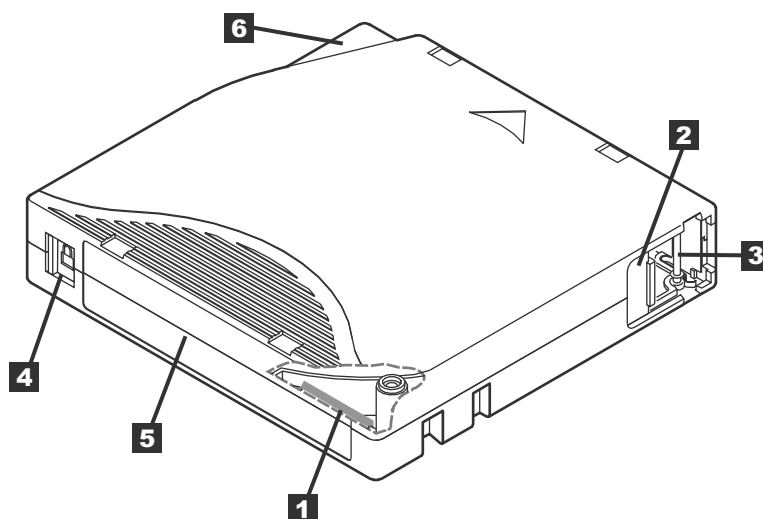

Figura 18. Cartucho de datos LTO Ultrium
Figura 18 en la página 24 muestra el cartucho de datos LTO Ultrium y sus componentes.
2. Asegúrese de que el conmutador de protección contra grabación (consulte **3** en Figura 18 en la página 24) esté correctamente colocado. Consulte “Configuración del conmutador de protección contra grabación en cartuchos de cinta” en la página 26.